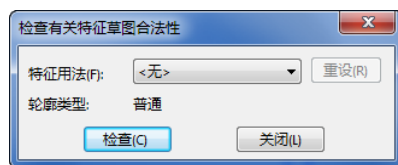

图 2-43 “检查有关特征草图合法性”对话框
(1) 在草图打开的状态下执行“工具”→“草图工具”→“检查草图合法性”菜单命令。
(2) 在图 2-43 所示的“检查有关特征草图合法性”对话框中的“特征用法”下拉列表中选择草图将要用的特征。
(3) 在“轮廓类型”中会显示该种特征对草图轮廓的要求。
(4) 单击“检查”按钮。